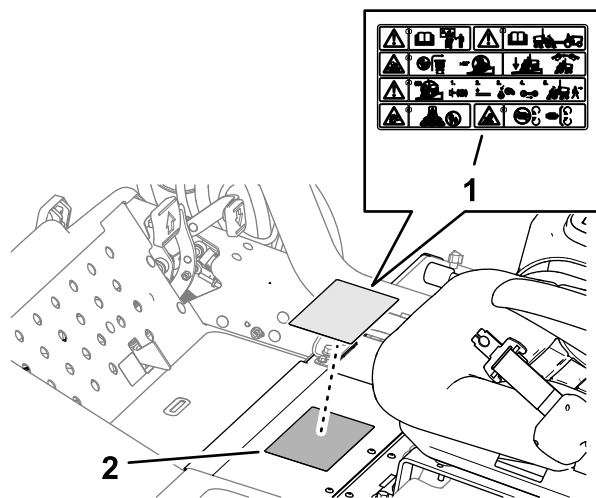

Figura 23
1. Curăai cu alcool autocolantul standard de avertizare i lăsaî cadrul să se usuce (Figura 23).
2. Îndepărtaî suportul i aplicai autocolantul de avertizare CE (nr. piesă 121-7928) peste autocolantul standard de avertizare, după cum se arată în Figura 23.